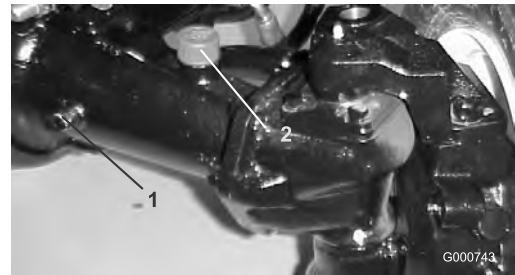

Figure 68
- Retirez un bouchon de contrôle (Figure 68) à une extrémité du pont et vérifiez si le lubrifiant atteint le bas du trou. Si le niveau est bas, retirez le bouchon de remplissage (Figure 68) et ajoutez une quantité de lubrifiant suffisante pour rectifier le niveau.